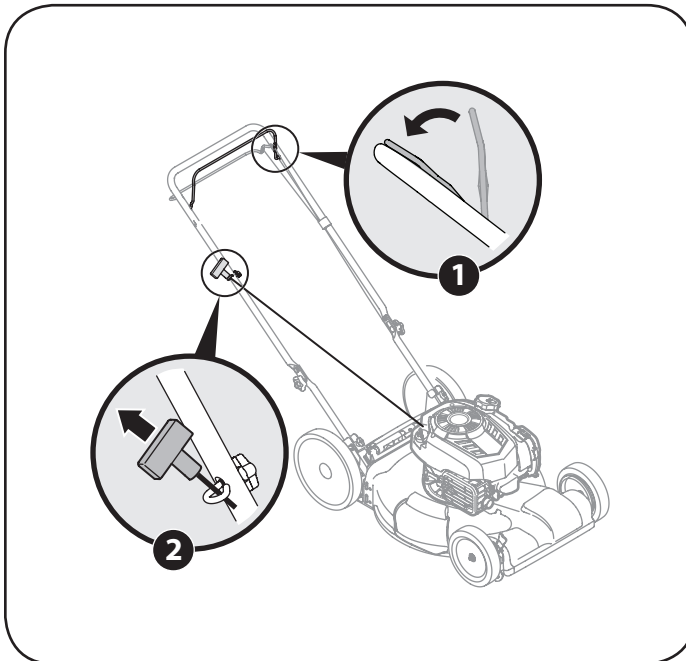

Figura 13
2. Sostenga firmemente las dos manijas juntas, tome la manija del arrancador de retroceso y tire de la cuerda para sacarla con un movimiento rápido y continuo. Vea la Figura 13. Mantenga firme la manija del arrancador, deje que la cuerda regrese lentamente al arrancador. Repita hasta que el motor esté en marcha. Deje que la cuerda se enrosque lentamente de regreso.